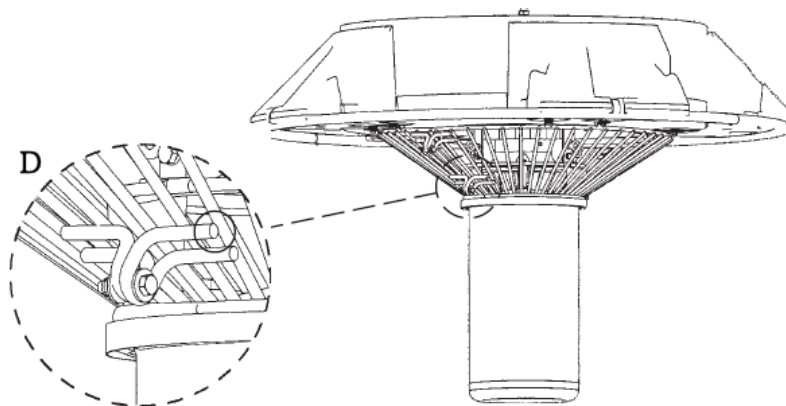

Figura 7
B. Fije el dispositivo de protección contra tirones del cable de alimentación. Pase el aro del cable desde el dispositivo de protección contra tirones alrededor de un soporte o barra de la pantalla tal y como se muestra en la Figura 7, vista detallada D. Vuelva a fijar el extremo del aro del cable al dispositivo de protección contra tirones.